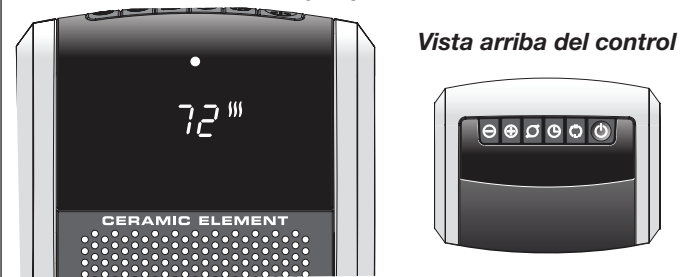

Figura 1
FUNCIONAMIENTO (Figura 1 a 3)
3. Cuando el Calentador se conecte por primera vez, se oír un "bip" y la **Luz de Encendido** se encenderá indicando que hay electricidad en la unidad. La **Luz de Encendido** permanecerá encendida hasta que el Calentador sea desconectado del tomacorriente eléctrico. (Figura 1)
6. Al encender el Calentador, la unidad estará en calor ALTO (III) (1500 vatios) y mostrará la temperatura actual de la habitación (Figura 1).